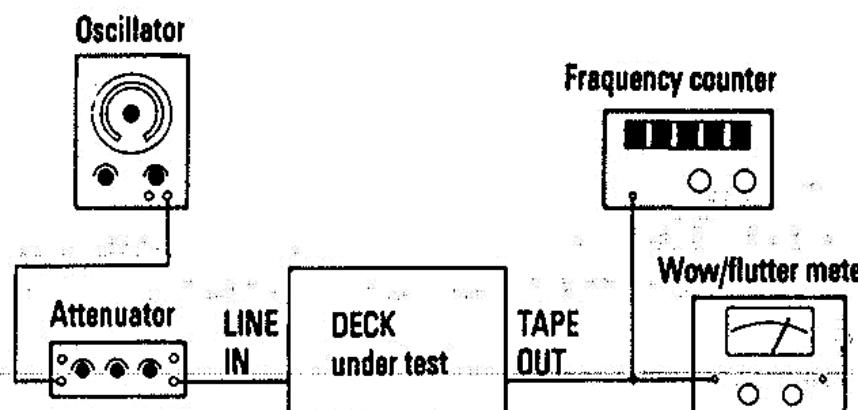

Fig. 2-8
1. Connect a wow and flutter meter to the 488MKII as shown in Fig. 2-8.
1. Fig. 2-8の様にワウ・フラッタ・メータを488MK IIに接続する。